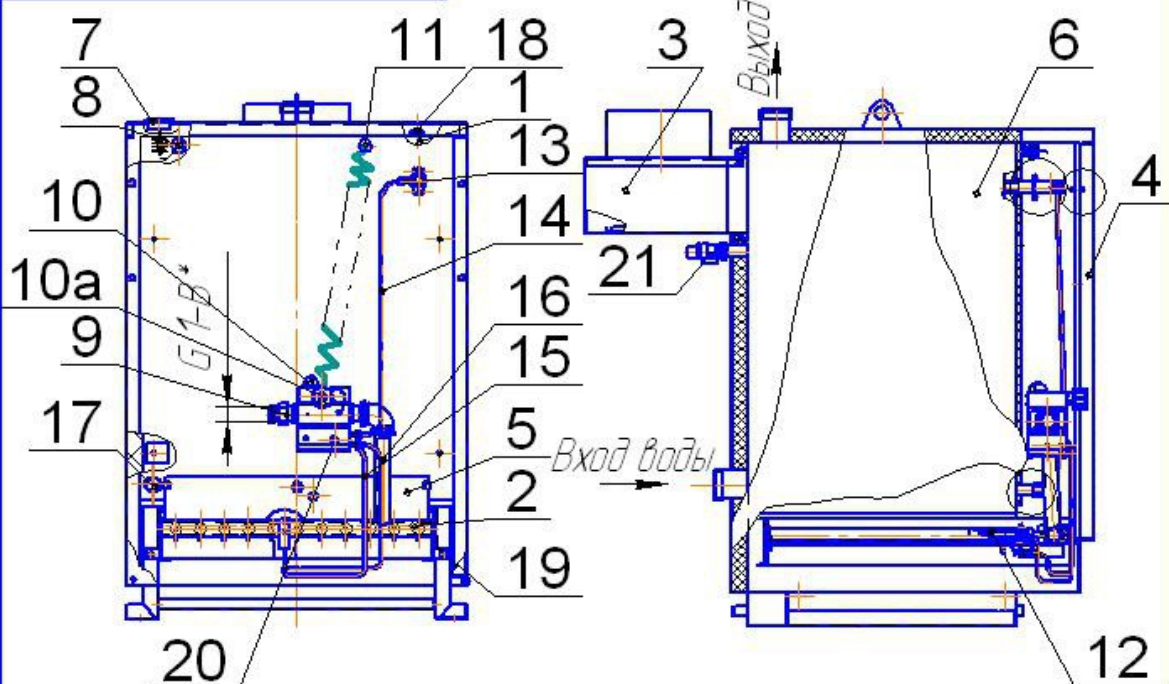

Рис.2 Конструкция котла.
4.1 Котёл (рис.2) состоит из следующих основных узлов и деталей: теплообменника поз.1, газогорелочного устройства поз.2, газоотвода поз.3, съёмной панели поз.4, щитка поз.5, облицовки /кожуха/ поз.6, указателя температуры воды поз.7 с датчиком поз.8, газоподводящей трубки (ниппель) поз.9, клапана предохранительного поз.21.